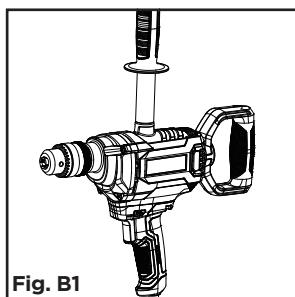

Fig. B1
2. POIGNÉE AUXILIAIRE ET POIGNÉE ARRIÈRE (VOIR FIG. B1-C)